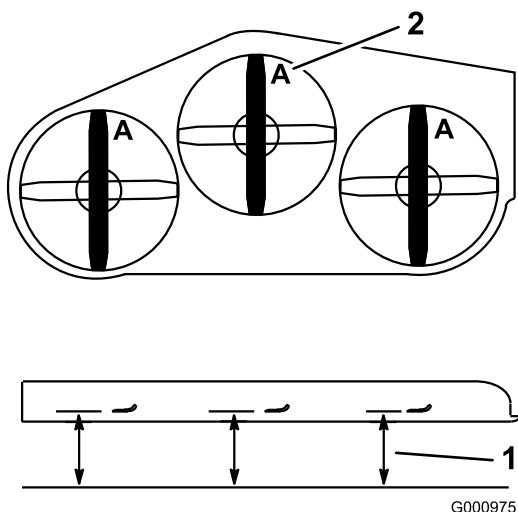

Figura 67
2. Meça a partir de uma superfície nivelada para a extremidade de corte, posição A, das lâminas (Figura 67).